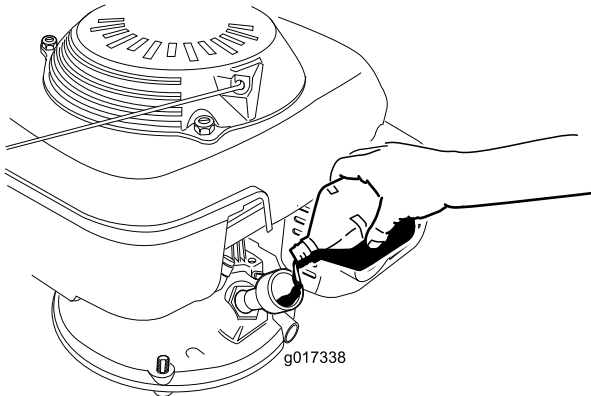

Figura 8
3. Versate **lentamente** dell'olio nel foro di riempimento, attendete 3 minuti poi controllatene il livello con l'apposita asta: dopo averla pulita, inseritela **fino a posizionarne il tappo sul foro di riempimento**, ma senza avvitarla (Figura 8).